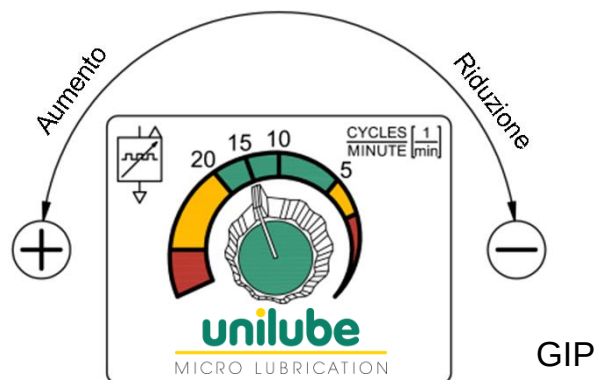

Fig. 11: Generatore di Impulsi Pneumatico - impostazione numero di cicli ($5 \div 20$ impulsi/min)
8.2.4 Innalzare il numero di cicli del trasmettitore di impulsi a circa 60 (-120) impulsi/minuto (Fig. 11 e Capitolo 6.3). Nella versione con Valvola di Controllo della Pompa elettrica (opzione), scegliere l'impostazione per lo sfiato nel controllo macchina (in funzione della programmazione lato cliente).